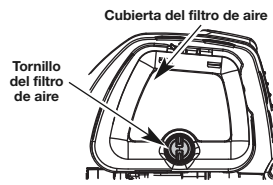

Fig. 27
1. Abra la cubierta del filtro de aire desenroscando el tornillo del filtro de aire (Fig. 27).
6. Gire el tornillo del filtro de aire hacia la derecha hasta que el tornillo del filtro de aire esté apretado (Fig. 27).